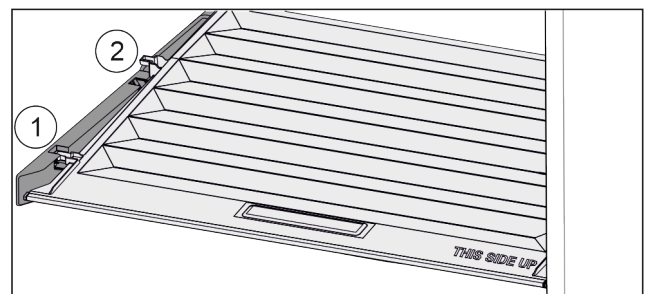

Fig. 101
- ▶ Dra locket framåt Fig. 101 (1) till öppningen i fästdelarna.
- ▶ Lyft det baktill underifrån och ta ut Fig. 101 (2) det uppåt.